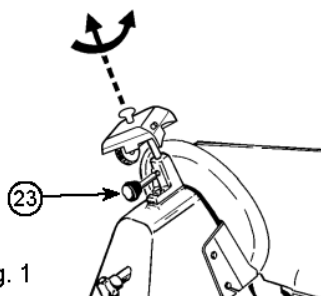
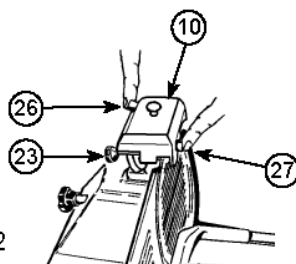

Fig. 1
Fig. 2
• Scollegare. • Verificare che la paratia mobile sia chiusa (manopola graduata (6) in posizione "0"). • Pulire accuratamente la parte della lama da affilare. • Reinserrire la spina. • Allentare la manopola di bloccaggio (23) del gruppo affilatoio (10). • Sollevare il gruppo affilatoio (10), ruotandolo di 180 ° in modo che entrambe le ruote siano in posizione di lavoro. Vedere la Fig. 1. • Abbassare il gruppo affilatoio (10) fino a quando non si blocca. • Fissare il gruppo ruotando la manopola di bloccaggio (23). Vedere la Fig. 2. • Accensione. • Premere il pulsante (26) e lasciare andare la lama per circa 1 minuto. Quando la lama è ancora in funzione, controllare per vedere